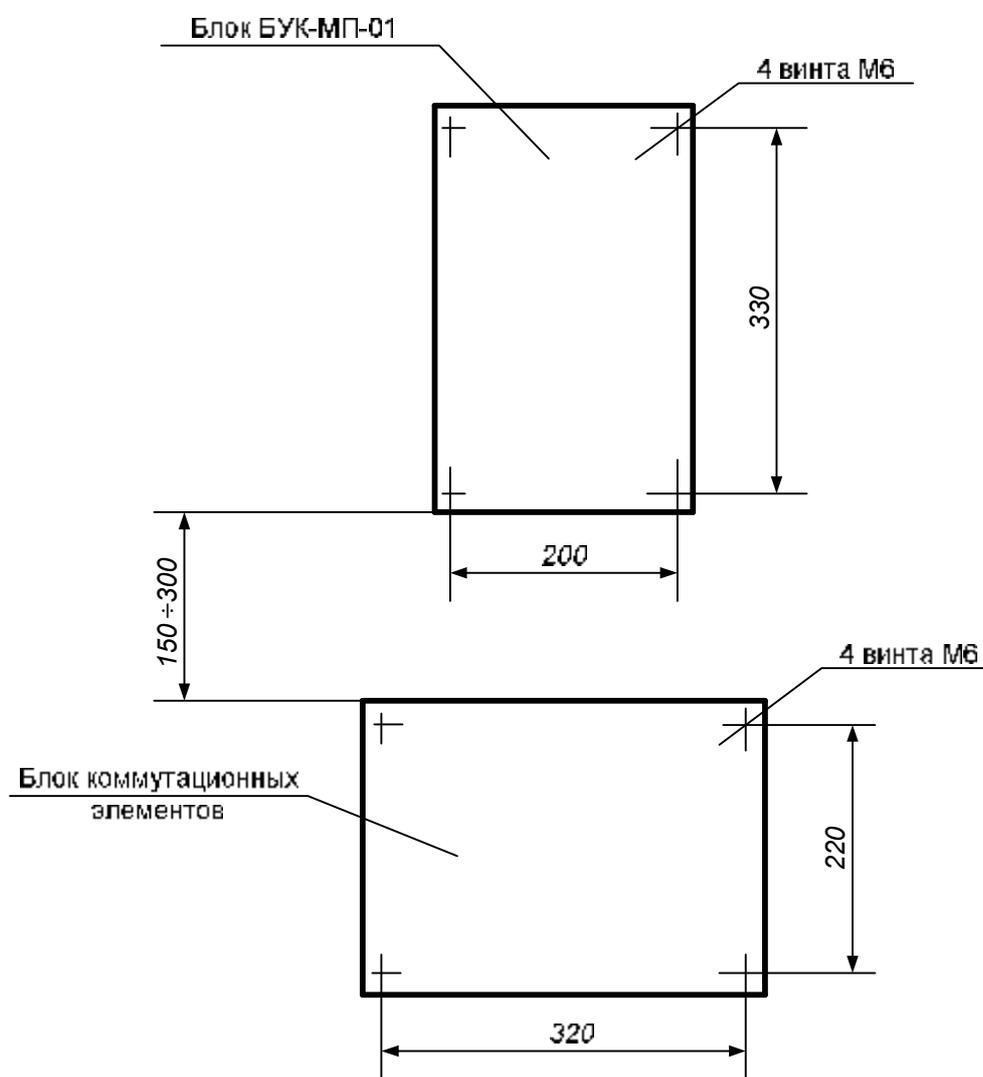

Рисунок 1. Разметка под установку блока БУК-МП-01 и блок коммутационных элементов.
2.2.1. Блок **БУК-МП-01** устанавливается на вертикальной плоскости (щите) на высоте 1500-1700 мм от уровня пола. Блок коммутационных элементов (для подключения внешнего монтажа) располагается на расстоянии 150 – 300 мм ниже блока. Смотрите рисунок 1.